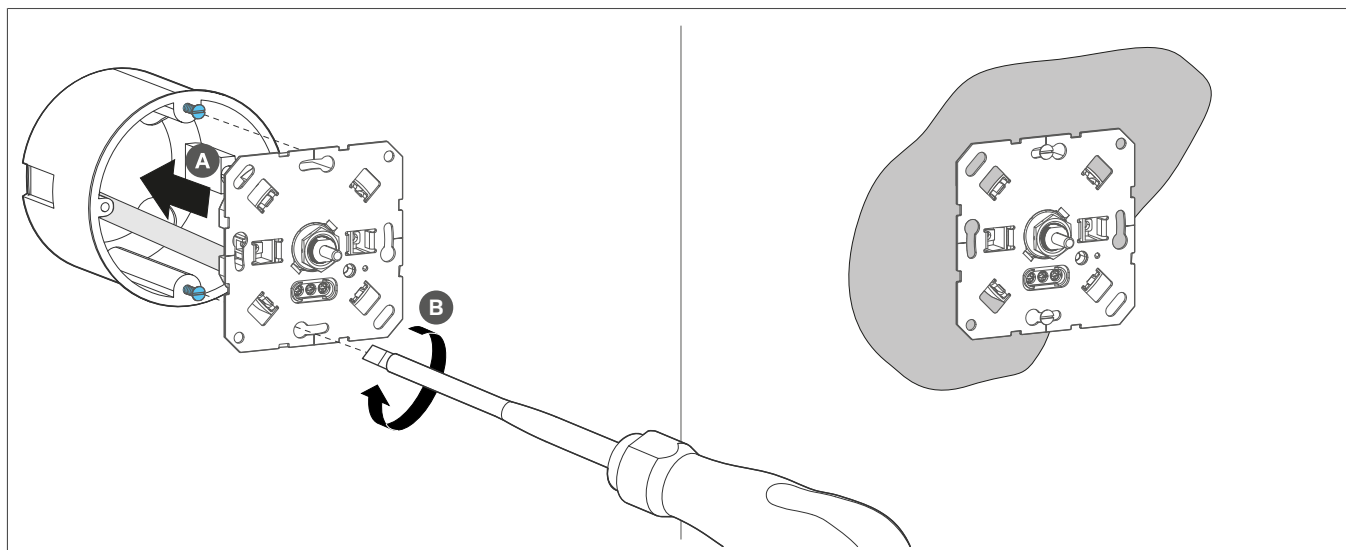

Fig. 6: Montera och fästa dimmern
- 3 Montera dimmern i apparatdosan (A) och fäst den (B) med skruvar (Fig. 6).